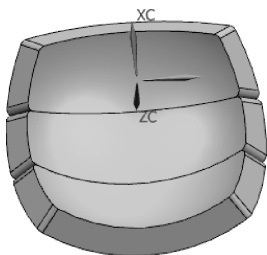

图4-68 创建倒圆角
- 14 倒圆角。单击【边倒圆】按钮，弹出【边倒圆】对话框，选取要倒圆角的边，输入倒圆角半径值为1，单击【确定】按钮，结果如图4-68所示。